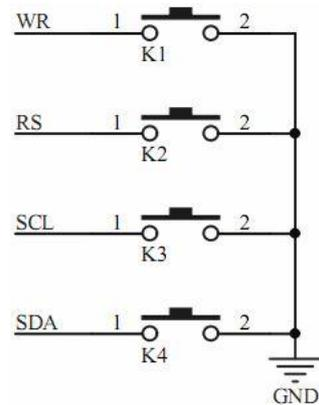

图 7-1 独立按键接口图
现以 MGMC-V1.0 实验板上的独立按键为例，如图 7-1 所示，简述四个按键的检测流程。四个按键分别连接在单片机的 P3.4 (WR)、P3.5 (RS)、P3.6 (SCL)、P3.7 (SDA) 口上，按流程，检测是否有按键按下，就是读取该四个端口的状态值，若四个端口都为高电平（前面说这，单片机默认电平为高电平），说明没有按键按下；若其中某个端口的状态值变为低电平（0V），说明此端口对应的按键被按下，之后就是处理该按键按下的具体操作。